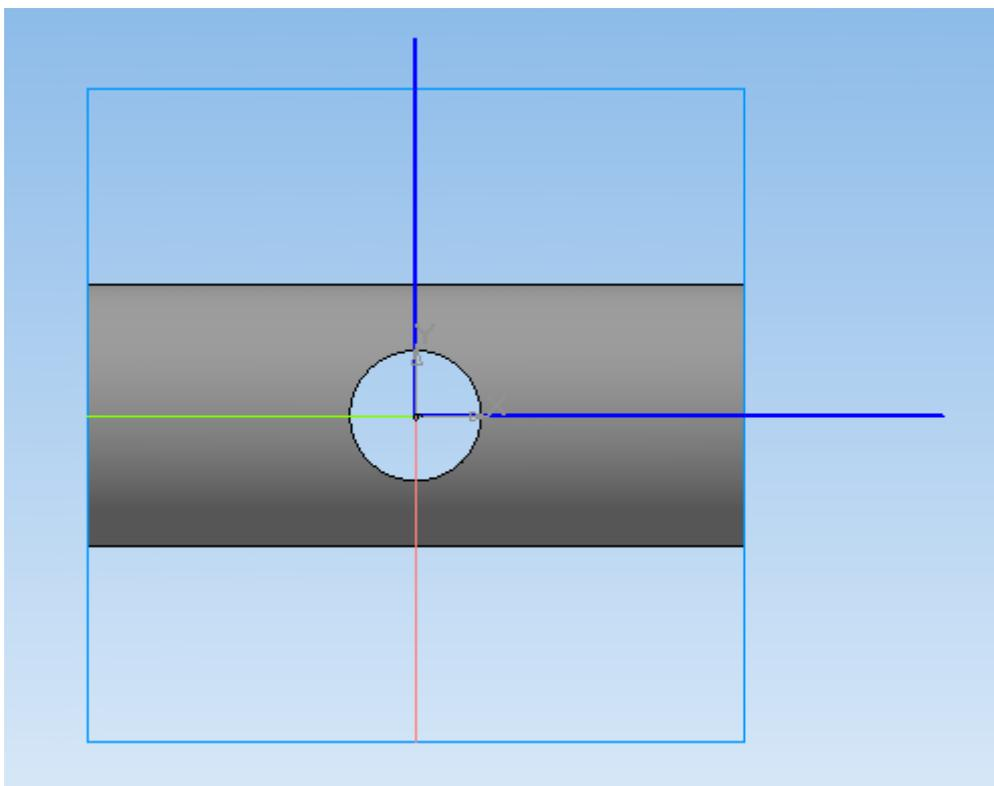

Рис. 25
21. Далее строите два отрезка как показано на **рис. 25**. Построение начинайте с горизонтального отрезка справа налево. Далее строится вертикальный отрезок из центра вверх. Таким образом вы отсечёте меньшую часть детали.